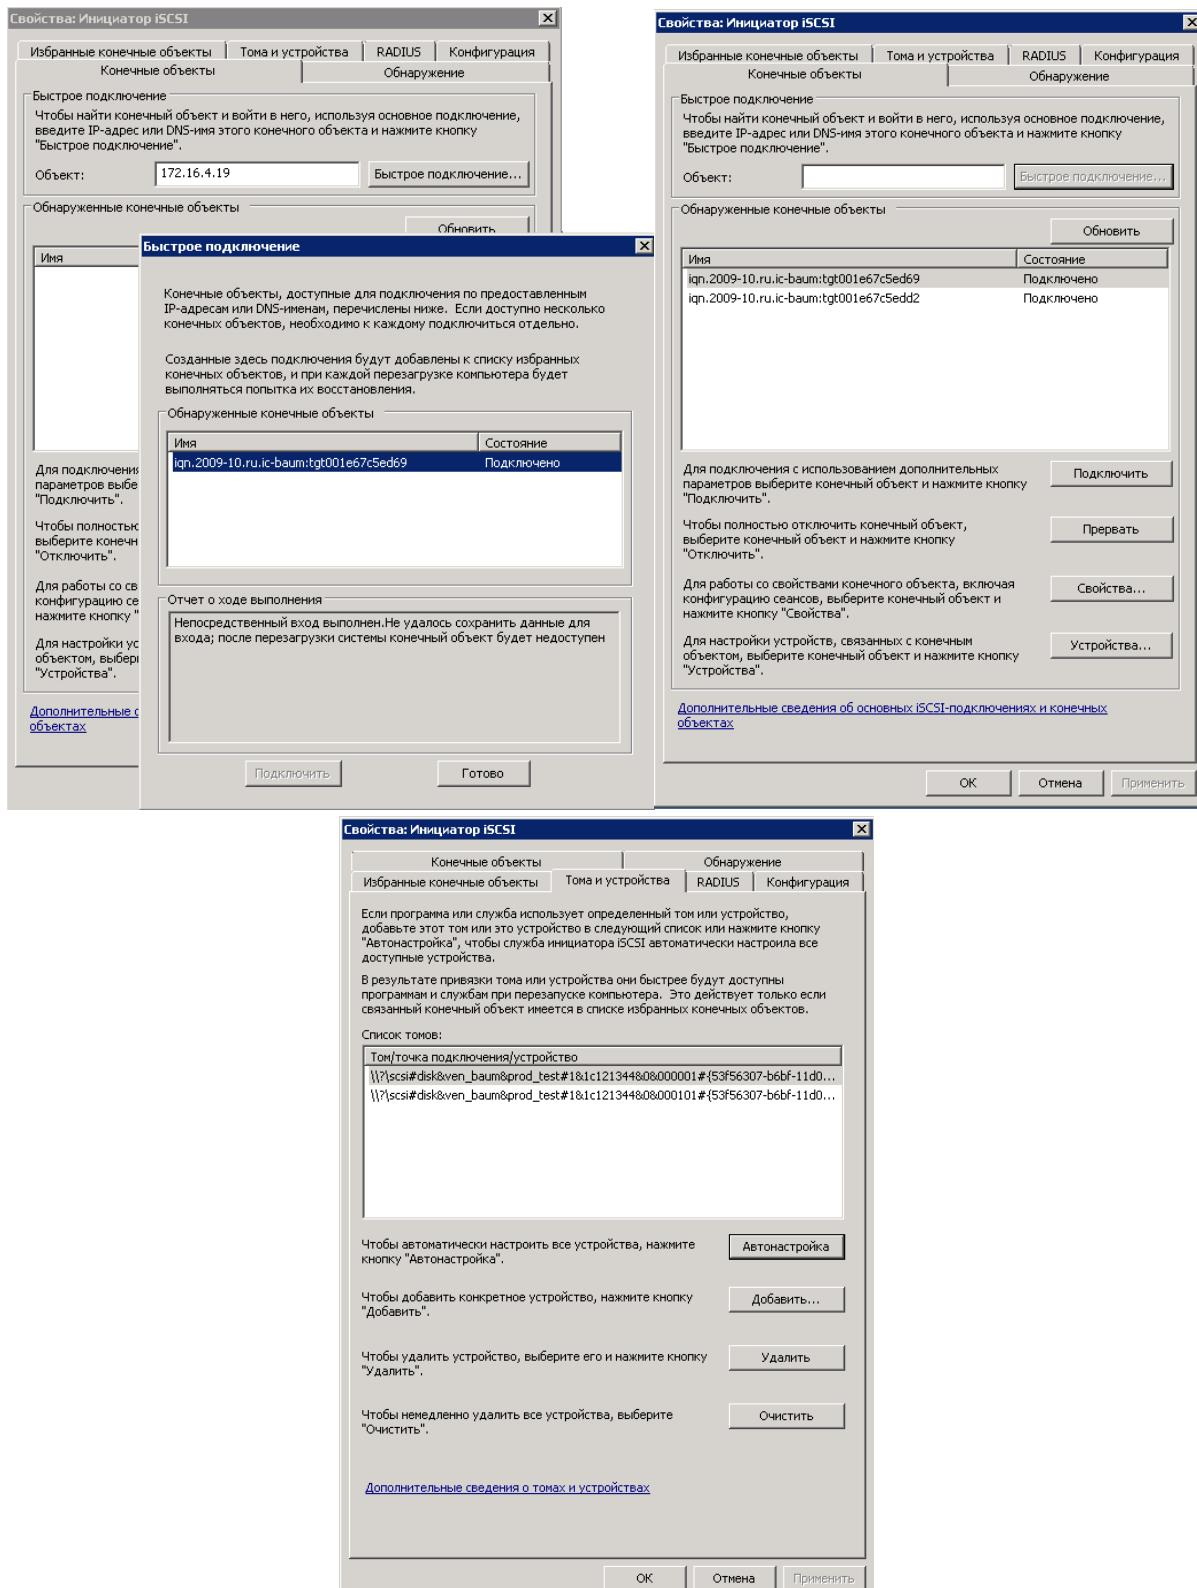

Рисунок 103 - Подключение контроллеров СХД.БАУМ
- 3) На вкладке «Конечные объекты» задать IP-адреса контроллеров СХД.БАУМ (см. Рисунок 103), использовать кнопку «Быстрое подключение».